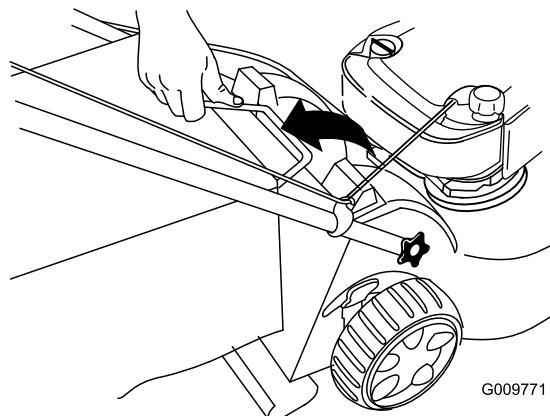

Figura 33
- Retire el asa de la bolsa de recogida de las ranuras de la parte superior de la máquina y retire la bolsa de la máquina (Figura 33).